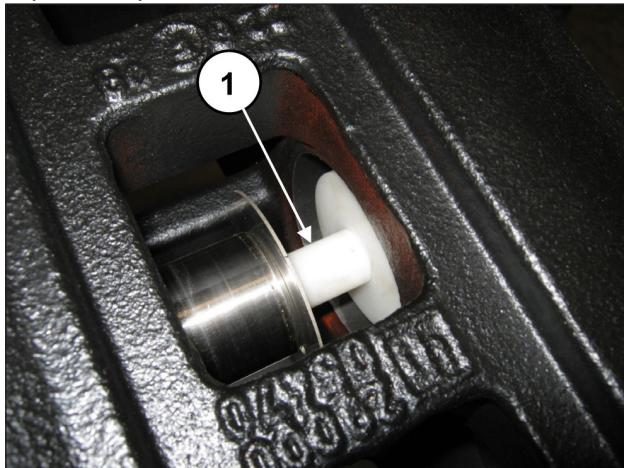

Рис. 170
Вставьте оправку арт. 27632500 между направляющей поршня и поршнем (поз. ①, Рис. 170).